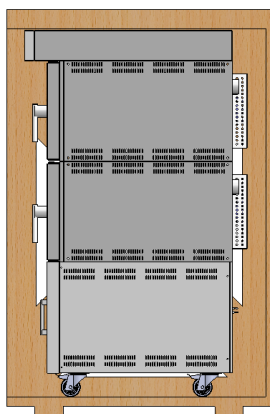

рис.4
- Убедитесь, что печь (материал на поддоне) сбалансирована на вилках вилочного погрузчика. (См. Рис. 4 и 5)